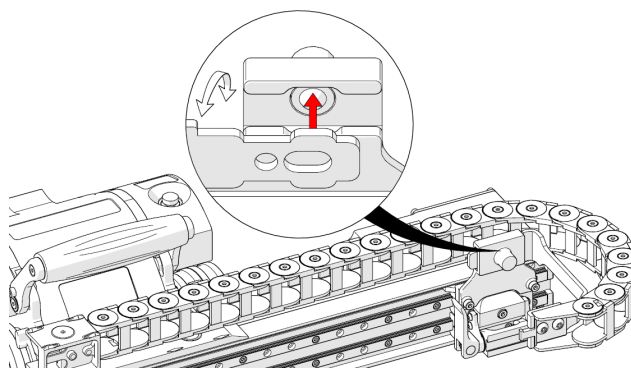

Figure 2-28 Fixation du support au chariot
2. Appuyez sur le support du chemin de câbles pour le fixer sur l'arrière du support du chariot (voir la Figure 2-28 à la page 68).